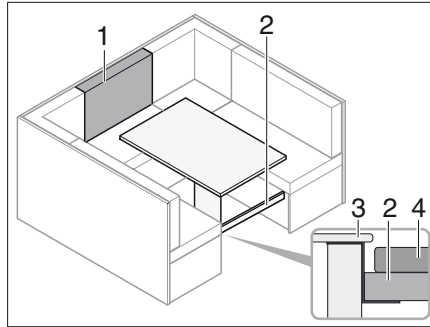

Bild 194 Före ombyggnaden
- Sätt in tvärstaget (Bild 194,2) under locket (Bild 194,3).
- Skjut in tvärstaget (Bild 194,2) under bordet (Bild 194,4) så att det får stöd.
- Lägg ryggdynan (Bild 194,1) framför extradynan på bordet.